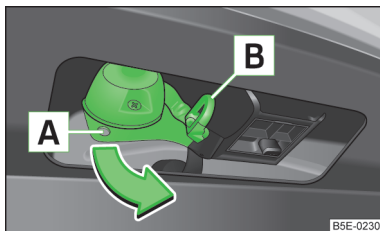

Fig. 147
- Înainte de conectarea la remorcă, prindeți prizele cu 13 pini în zona **A** » fig. 147 și rabatați-o spre în afară în sensul săgeții.
Inelul de siguranță **B** » fig. 147 servește la agățarea cablului de tractare al remorcii.